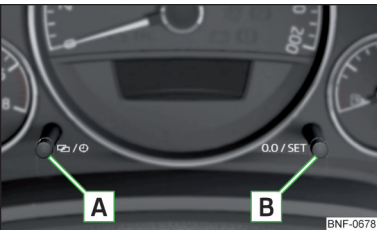

Fig. 26
- Pulse la tecla **A** » fig. 26 y mantenga pulsada hasta que se parpadee la hora.